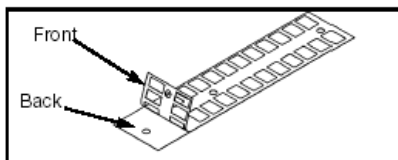

Figura 2
A. Lentamente e com cuidado descole o lado traseiro do adesivo. **NOTA:** Ao descolar a capa traseira, certifique-se que os adesivos permaneçam unidos à etiqueta dianteira. Figura 2.